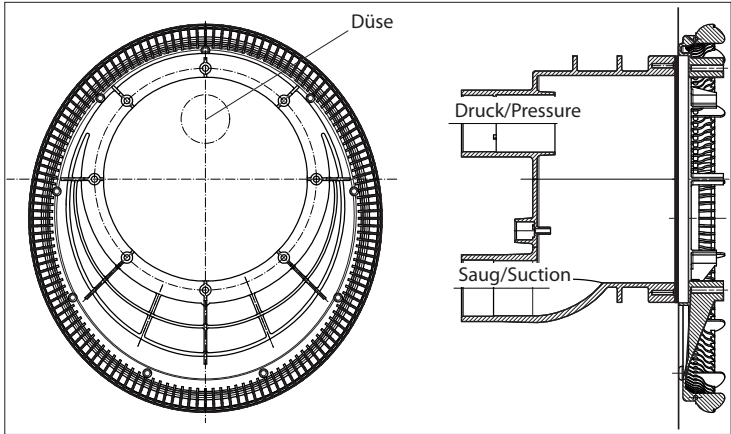
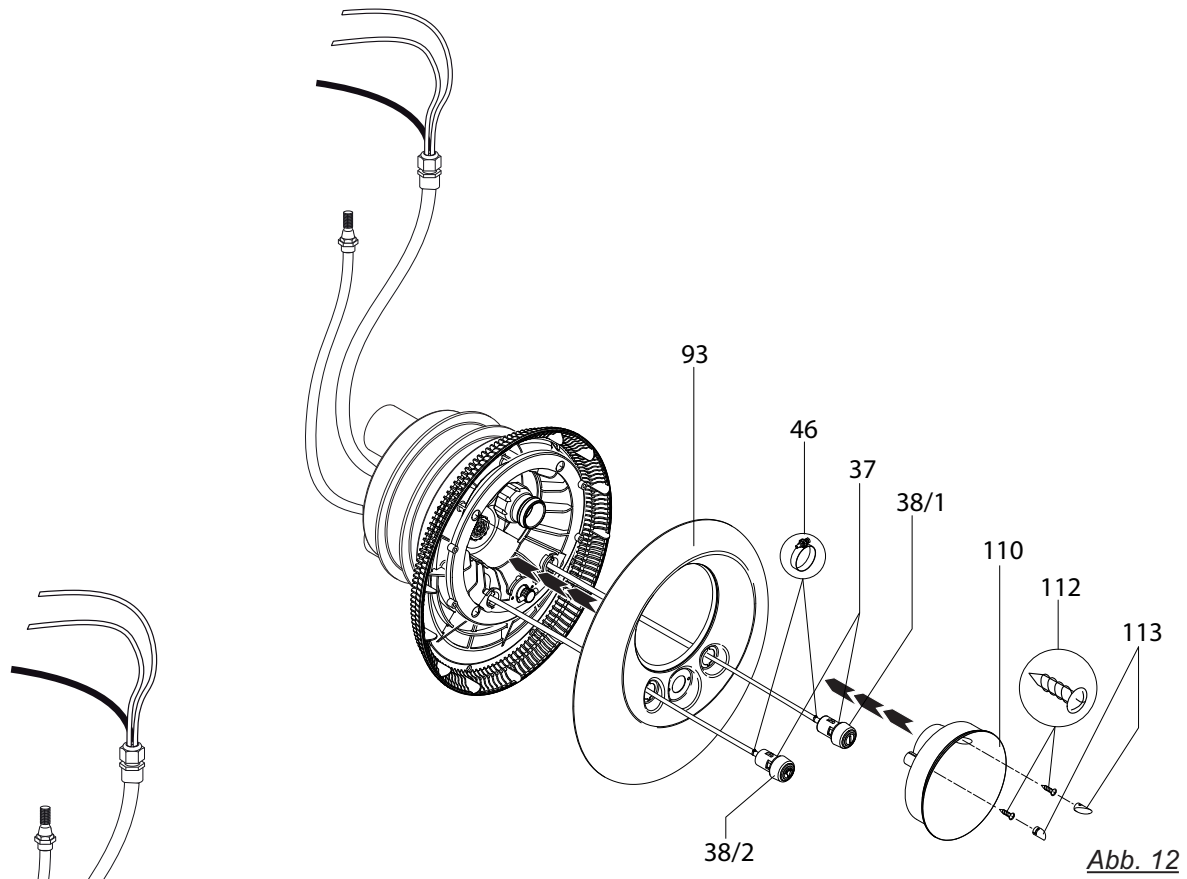

Abb. 10
Abb. 12
- 3) Ansauggehäuse (107) am Spannring aufsetzen. Auf Einbaulage achten (Abb. 10)
- 4) Das Düsengehäuse (102.1) am Einbaugeschäuse (1) ansetzen.
- 5) Pneumatikschläuche und Kabel des Scheinwerfers durch den Schutzschlauch (14) führen und mit Kabelverschraubung (20) abdichten.
- 6) Luftleitung mit Klemme (8) am werksseitig montierten Luftregler (21) befestigen.
- 7) Das kpl. Düsengehäuse (102.1) mit 4 selbstschneidenden Schrauben (95) am Einbaugeschäuse (1) befestigen.
- 8) Pneumatikschläuche durch die Öffnungen in der Edelstahlblende (93) führen (Licht EIN-AUS links; Pumpe EIN-AUS rechts) und an den entsprechenden Tastern mit den Schlauchklemmen (46) befestigen. (Abb. 12)